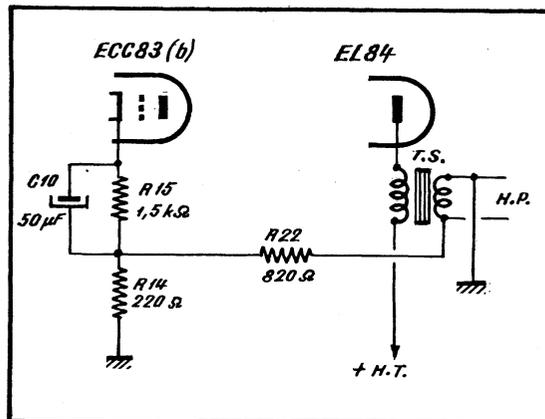

Fig. 6. — Schéma de la contre-réaction englobant les deux derniers étages de chaque amplificateur.
Ce circuit englobe les deux derniers étages de l'amplificateur et va de la bobine à la résistance  $R_{14}$ , à travers la résistance  $R_{22}$  qui fixe le taux à la valeur voulue (fig. 6). Après avoir obtenu la courbe (8) nous avons voulu nous rendre compte de l'efficacité de cette contre-réaction et l'avons supprimée en court-circuitant la résistance  $R_{14}$ . Le résultat s'est traduit par la courbe (9) de la figure 5.